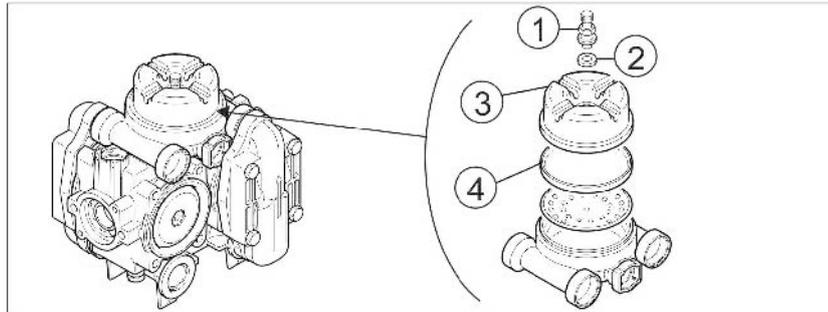

Fig. 203
2. All'occorrenza aggiungere olio a pompa disattivata (max. fino a marcatura (Fig. 203/1).
5. Far girare l'albero di trasmissione alternativamente a destra e sinistra e riempire lentamente con olio nuovo. La quantità d'olio corretta è stata introdotta quando l'olio è visibile sulla marcatura (Fig. 203/1).